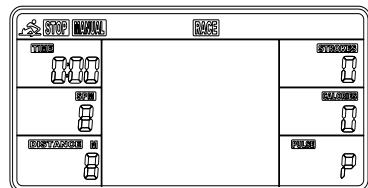

图 3
2. 首先，进入时间界面设置年、月、日。确认后，闹铃闪烁。按 UP 键设定是否关掉闹铃。若闹铃标志不显示，可以按 ENTER 键进入下一步。若闹铃标志显示，按 ENTER 键设定闹铃时间（同时间的设定一样）。设定完毕，进入 SPORT 模式（图3）。
3. 进入 SPORT 模式时, MANUAL 和 RACE 闪烁 (图 3) :